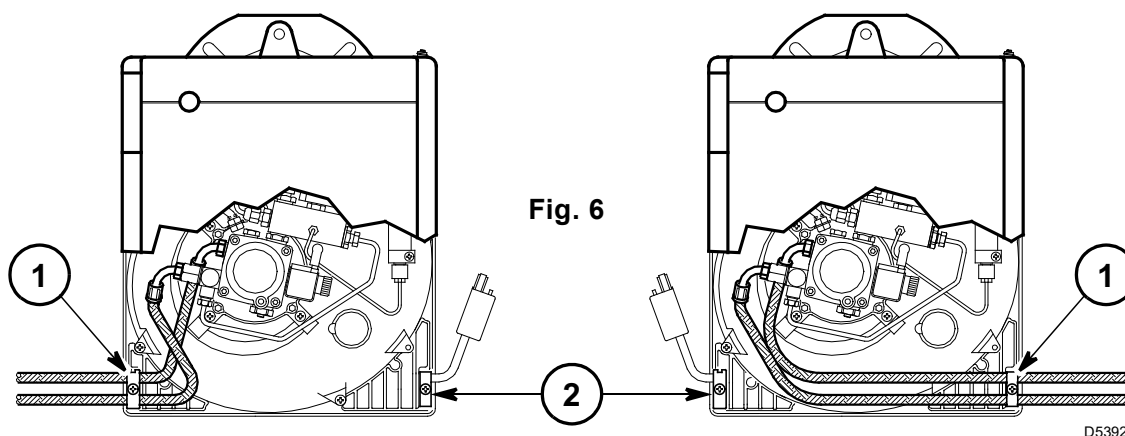

Fig. 6
Il bruciatore è predisposto per ricevere i tubi di alimentazione del gasolio da entrambi i lati. A seconda che l'uscita dei tubi avvenga a destra o a sinistra del bruciatore si dovranno invertire sia la piastrina di fissaggio (1) che il pressacavo (2)-(Fig. 6).